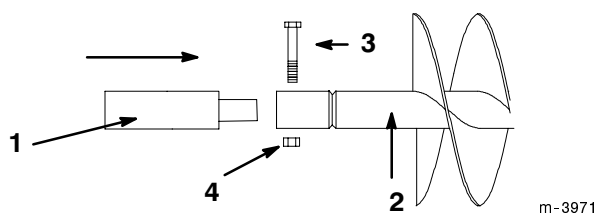

Figure 6
7. Si l'on utilise la tarière avec une rallonge, insérer le bout de la rallonge dans l'extrémité de la tarière, et fixer l'ensemble à l'aide du boulon de 11,5 cm (7/8"-9 x 4-1/2") et de l'écrou 7/8"-11 (Fig. 6).